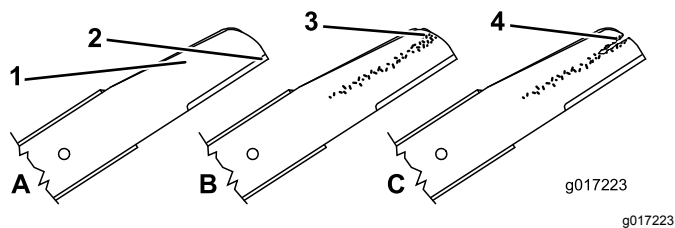

Рисунок 38
1. Осмотрите режущие кромки (Рисунок 38). Если кромки не острые или зазубренные, снимите ножи и заточите или замените их.
2. Осмотрите ножи, обратив особое внимание на состояние их фигурных частей (Рисунок 38). При обнаружении повреждений, износа, образования бороздки на этих частях, немедленно замените нож новым.